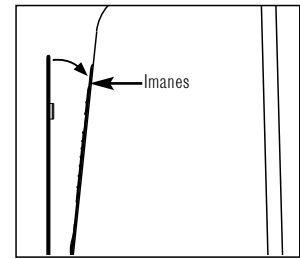

Figura 2.
2. Deje que los imanes acerquen la parte superior de la rejilla al altavoz, tal como muestra la Figura 2.